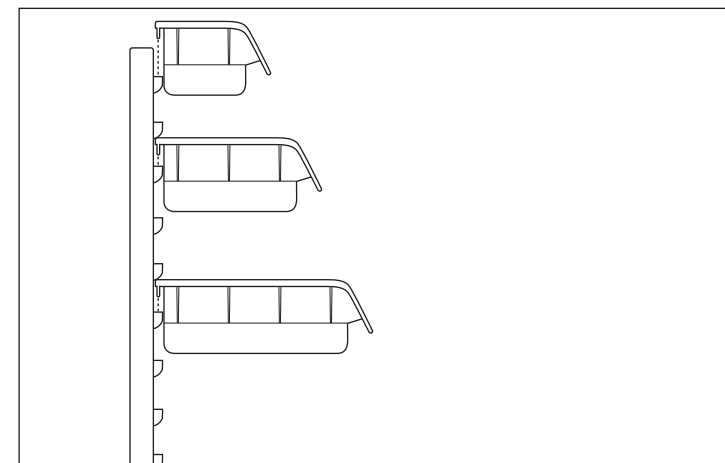

Fig. 3
- Insérez la boîte de telle manière par le haut dans l'emplacement libre que les deux crochets s'enclenchent dans les panneaux muraux (cf. Fig.3).